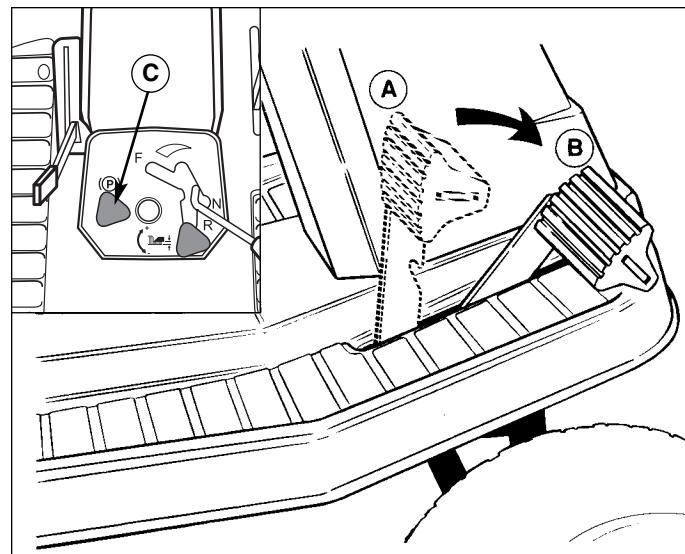

Figura 2. Pedal del freno
- Consulte la Figura 2. Al presionar el pedal de la posición A a la B se desengancha la transmisión y también devuelve la palanca de control de transmisión a neutro (desde velocidades de avance). Al presionar completamente el pedal a la posición B se acciona el freno del tractor.
- Consulte la Figura 2. El freno de estacionamiento se aplica en la posición B del pedal cuando se tira la perilla de control del freno de estacionamiento (C) con el pedal presionado completamente.